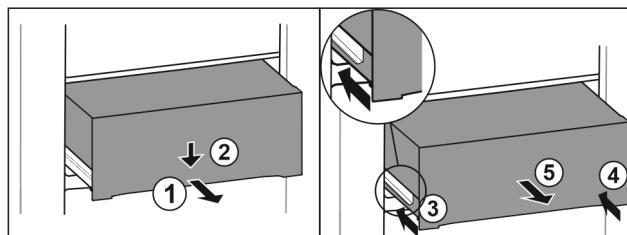

Fig. 119
- Вытяните выдвижной ящик наполовину. Fig. 119 (1)
- Вдавите выдвижной ящик в передней части вниз. Fig. 119 (2)
- Задвиньте левую направляющую прим. на 2 см. Fig. 119 (3)
- Задвиньте правую направляющую прим. на 2 см. Fig. 119 (4)
- Извлеките выдвижной ящик движением вперед. Fig. 119 (5)